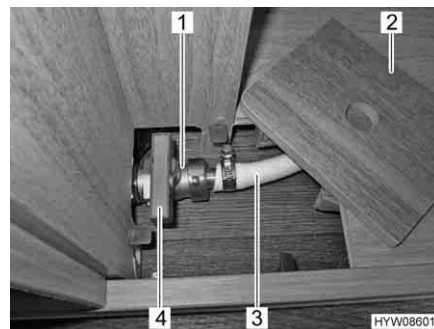

Fig. 62 Rubinetto di scarico
- Aprire lo sportello e rimuovere la copertura (Fig. 62,2) del rubinetto di scarico (Fig. 62,1).
- Aprire il rubinetto di scarico. A questo scopo ruotare la leva (Fig. 62,4) del rubinetto di scarico parallelamente alla tubazione (Fig. 62,3).
- Chiudere il rubinetto di scarico. A questo scopo ruotare la leva del rubinetto di scarico trasversalmente alla tubazione (Fig. 62).